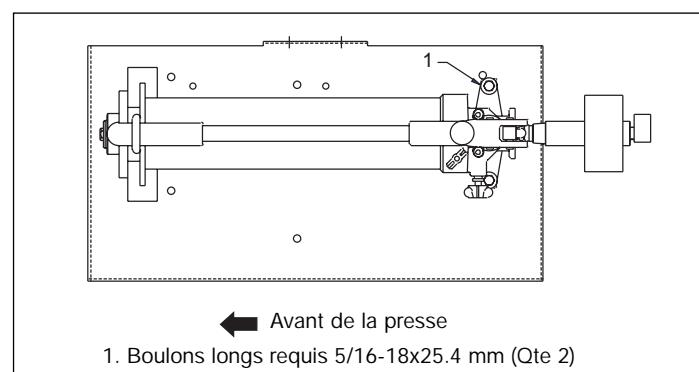

Figure 3, Pompe à main P-80
- Montez la pompe à main sur le plateau en deux endroits au moyen du matériel fourni. Voir Figure 3.